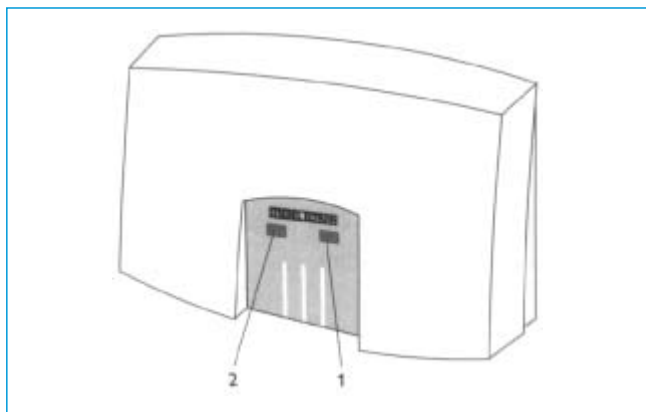

Fig. 2
El calentador instantáneo controlado hidráulicamente DHC calienta el agua a medida que ésta fluye a través del aparato. La resistencia se conecta automáticamente cuando se supera el caudal límite. El **piloto de encendido** (fig. 2, pos. 1) señala que el aparato está calentando.
El DHC está equipado con una protección térmica. En caso de sobrecalentamiento, la resistencia se desconecta y el **piloto de sobrecarga** se enciende (fig. 2, pos. 2). Tras dejarlo enfriar durante un tiempo, el aparato vuelve a conectar automáticamente la resistencia y el **piloto de sobrecarga** se apaga. El sobrecalentamiento se produce cuando el caudal de agua consumida es demasiado pequeño.